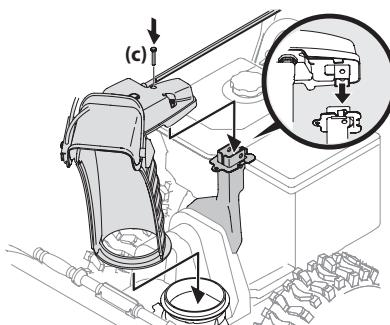

Figura 2-25
- Coloque el canal sobre la base del canal y asegúrese de que la varilla de control del canal se encuentre debajo del panel de la manija. Coloque el tornillo hexagonal (c) que extrajo en el Paso 1 pero no lo sujeté con la tuerca de mariposa en este momento. Consulte Figura 2-25.